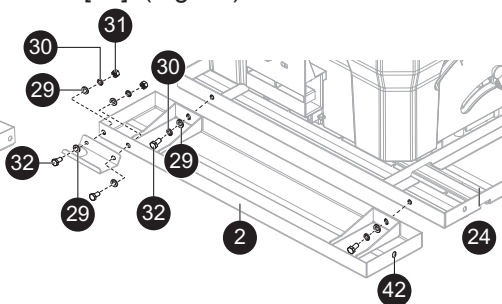

Fig. 1c
- > Fije el soporte del tubo [18] a la extensión derecha de la mesa [2] utilizando las arandelas planas 6 [29], las arandelas de presión 6 [30], los pernos hexagonales M6x16 [32] y las tuercas hexagonales M6 [31]. (Fig. 1c)